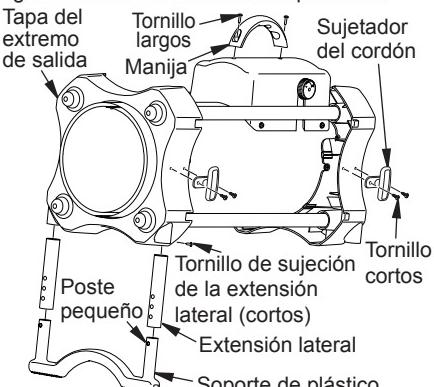

Figura 3 - Manija y conjunto del soporte
Fije la manija a la caja de control con 2 tornillos (largos) como se muestra en la figura 3.
- Inserte las extensiones laterales en la tapa del extremo de salida hasta que el orificio pequeño se alinee con el orificio más grande, visible desde dentro de la tapa del extremo de salida (consulte la figura 3). Sujete las extensiones laterales con el tornillo provisto (cortos).
Instale los sujetadores del cordón al lado de la tapas de los extremos como se muestra en la figura 3 con los tornillos cortos provistos.